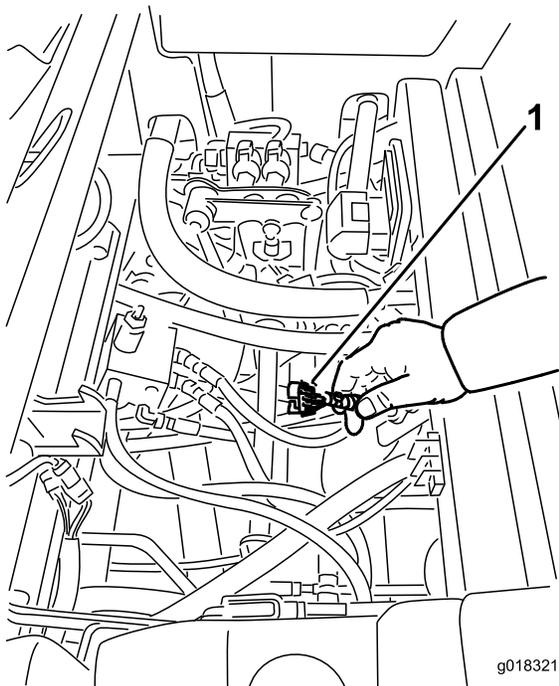

Рисунок 39
3. Найдите жгут проводов и разъемы рядом с контроллером (**Рисунок 39**).